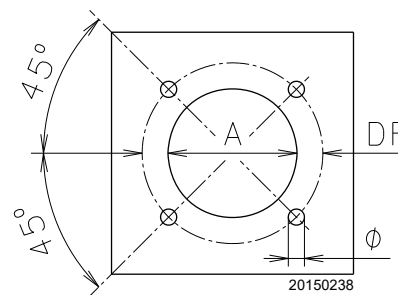

Fig. 15
Găuriți placa de închidere a camerei de ardere ca în Fig. 15. 4.6 Poziția găurilor filetate poate fi urmărită folosind ecranul termic furnizat împreună cu arzătorul.
- Glisați întregul arzător pe orificiul cazanului pregătit anterior (Fig. 15) și fixați-l cu șuruburile furnizate.